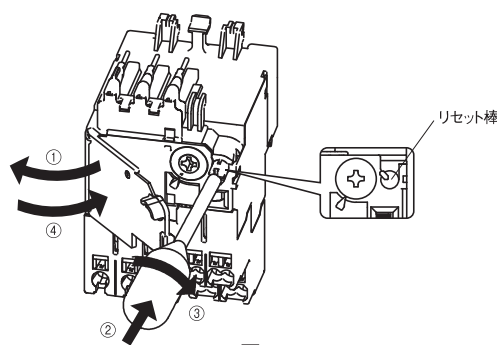

図2
#### (6)手動リセットから自動リセットの切換え方法【図2】